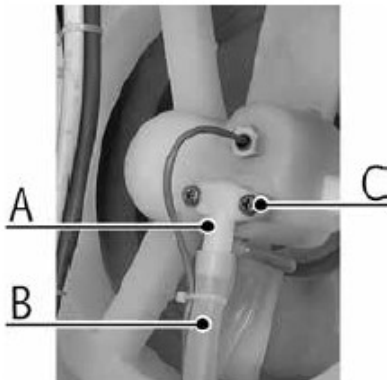

Рисунок 10
11.7.3.3 Вытащите шланг В из сифона А; (Рис. 10)